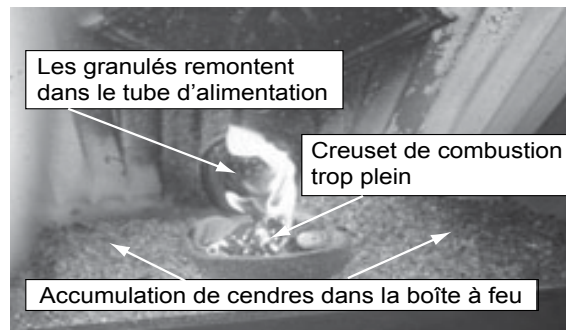

Figure 20.1
2. Utilisez un tournevis à tête cruciforme pour enlever les 4 vis (2 situées sur le dessus et 2 sur le dessous). Enlevez le support en métal et la vitre. **Figure 20.1**